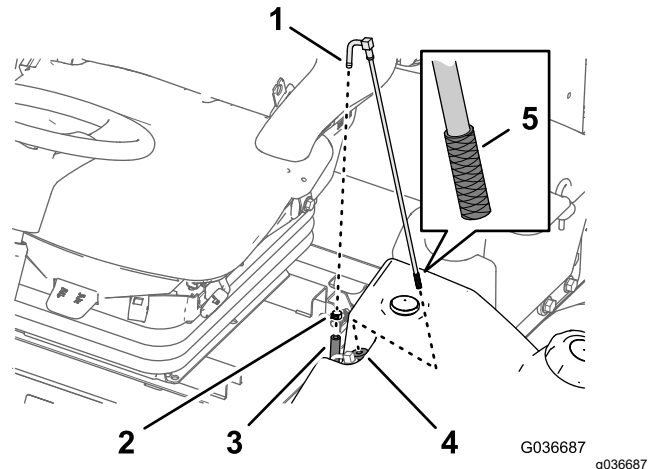

Figura 51
1. Rimuovete la fascetta stringitubo che fissa il flessibile di alimentazione del carburante al raccordo del tubo di adduzione del carburante (Figura 51).
2. Separate il flessibile dal raccordo (Figura 51).
3. Sollevate il tubo di adduzione del carburante dal serbatoio del carburante (Figura 51).
4. Pulite eventuali detriti dalla griglia all'estremità del tubo di adduzione del carburante (Figura 51).
5. Inserite il tubo di adduzione del carburante attraverso la boccola in gomma e nel serbatoio (Figura 51).